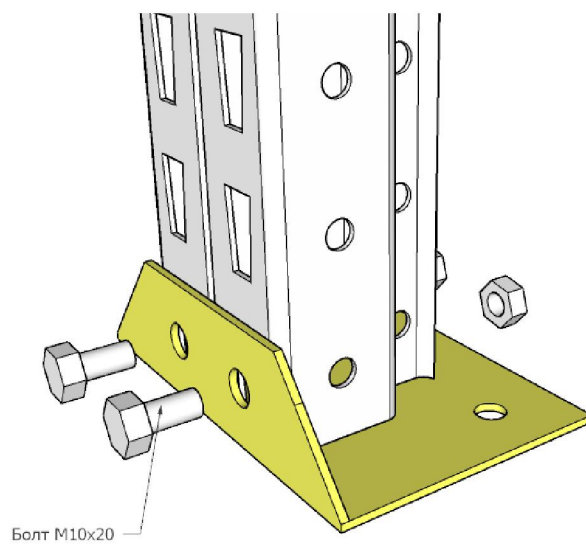

Рис. 2
5.2.10 Крепление подпятника к стойке (рис.2):